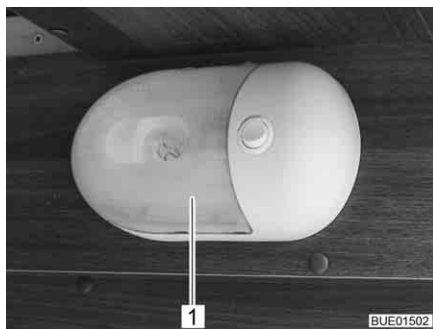

Bild 226 Aufbauleuchte
- Transparente Abdeckung (Bild 226,1) vorsichtig auf beiden Seiten zusammengedrücken, leicht vom Schalter wegziehen und nach vorn abnehmen.